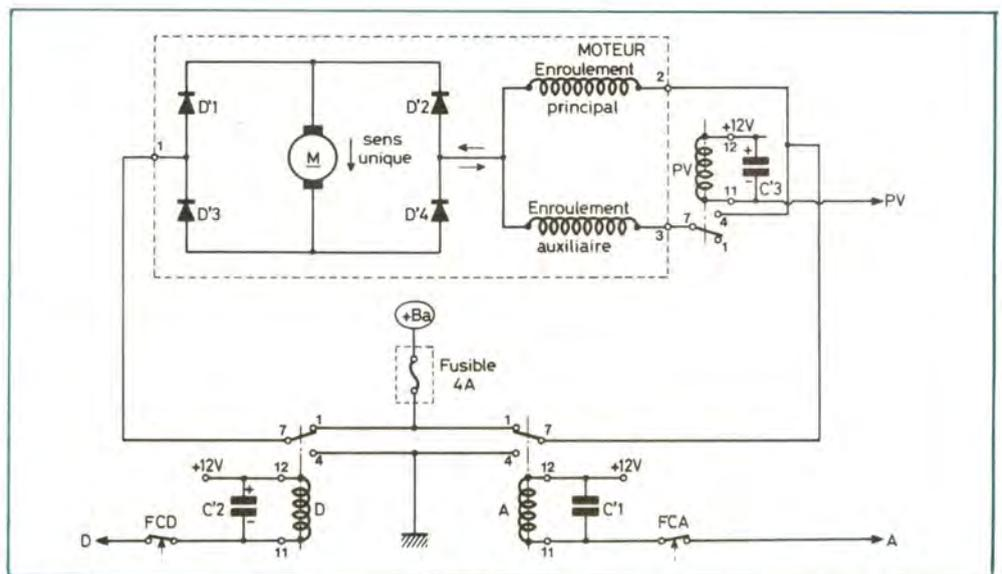

Fig. 12. - Circuit de puissance. Le moteur employé est un modèle à enroulement série, mais modifié par la mise en place d'un pont de Wheatstone.
h) Circuit de puissance (fig. 12)
d'essuie-glace « Bosch » équipant la plupart des voitures. Il y a lieu cependant de procéder à un certain nombre de modifications. En premier lieu, après démontage du couvercle fermant le réducteur qui est en fait une simple roue dentée en céluon attaquée par une vis sans fin disposée en bout de l'induit, il convient de retirer les balais frottant sur les bagues de la roue. Le rôle de ces balais est la commande du retour automatique des essuie-glaces vers leur position de repos. Il reste donc trois fils qui correspondent aux bornes 1, 2 et 3 du schéma de la **figure 12**. Ces trois fils, après repérage, peuvent être acheminés vers une miniplaque à bornes constituée par exemple par un domino collé sur le corps du moteur à l'araldite.
Ces diodes seront branchées en pont de Wheastone (fig. 12), puis après avoir rebranché les fils du moteur, la couronne est remontée définitivement à son emplacement. Enfin, il convient de confectionner une équerre, en se servant des trous de fixation d'origine du moteur, destinée à fixer ultérieurement le moteur sur une plaque de tôle formant le plan du servomoteur. Le moteur est ainsi prêt à l'emploi.